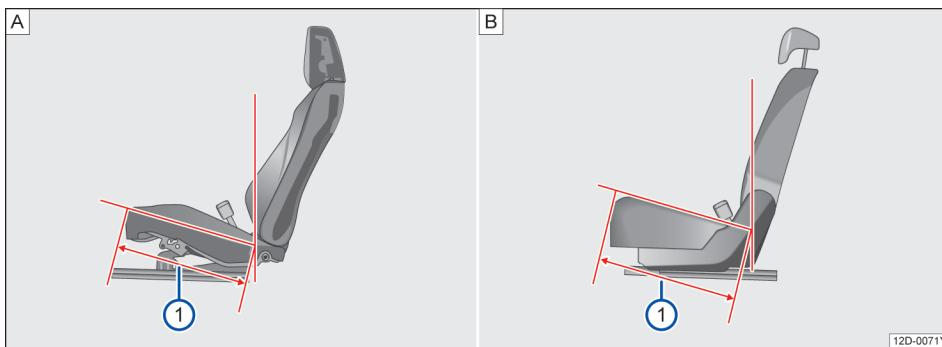

图 82 座椅坐垫深
=459.5mm→图 82[A]①
=478.5mm→图 82[B]①